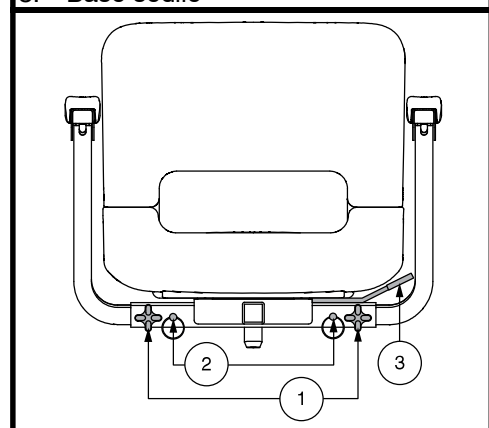

Figura 25. Regolazioni del sedile
La leva di rotazione del sedile, ubicata sulla destra della base del sedile, può essere usata per bloccare il sedile in diverse posizioni. **Vedere figura 25.**
1. Allentare le manopole di regolazione del bracciolo. **Vedere figura 25.**